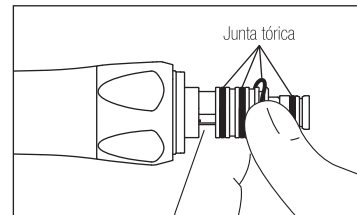

Fig. 11
- 2) Quite con suavidad cada una de las juntas tóricas con el pulgar.(Fig.11)